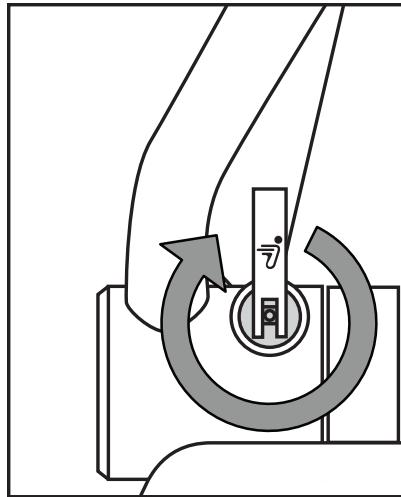

図 5. ツールレスリリースを締める
5. ツールレスリリースハンドルが閉じた位置になっている状態で、ツールレスリリースをしっかりと締めます。図 5 を参照してください。